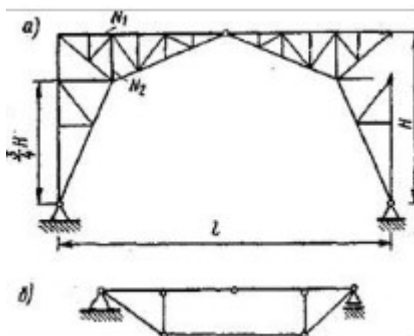

Рис. 9
64. Постройте линии влияния усилий N_1 и N_2 в ферме, приведенной на рис. 9, а.
65. Разберите порядок расчета системы, изображенной на рис. 9, б.